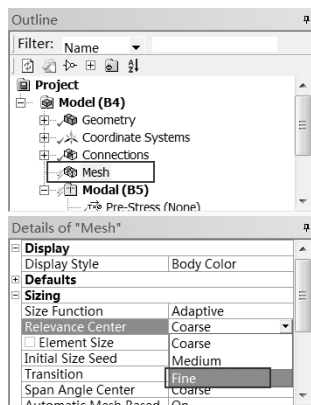

图 9-57 设置网格大小
Step3: 选择 Mechanical 界面左侧 Outline (分析树) 中的 Mesh 选项, 此时可在 Details of “Mesh” (参数列表) 中修改网格参数, 如图 9-57 所示, 在 Sizing 的 Relevance Center 中选择 Fine 项, 其余采用默认设置。